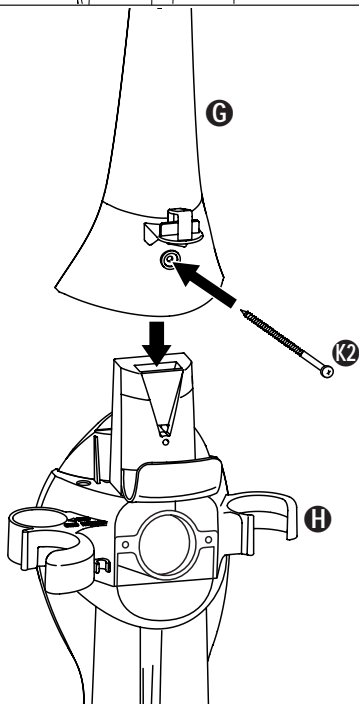

FIG. 3
Step 3: (FIG. 3) Attach the handle **G** to top of tool caddy **H** by sliding it downward and then securing with a long screw **K2**.
Étape 3. (FIG. 3) Fixez le manche **G** à la partie supérieure du porte-accessoires **H** en le glissant vers le bas. Vissez avec une longue vis **K2**.
Paso 3. (FIG. 3) Instale la manija **G** en la parte superior del portaaccesorios **H** deslizándola hacia abajo y luego fijela usando un tornillo largo **K2**.